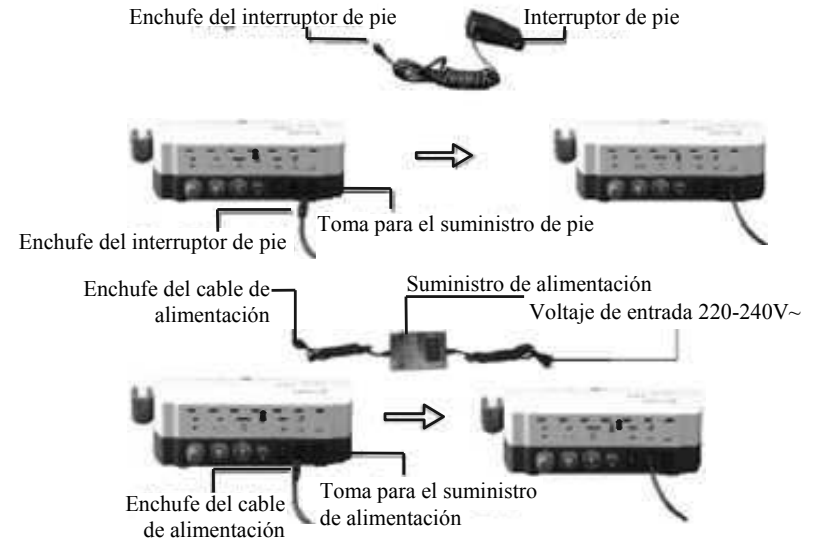

Ilustración 2
b) Croquis de la conexión para el interruptor de pedal, suministro de alimentación y unidad principal mostrados en la Ilustración 2
- Inserte el enchufe del interruptor de pedal en la toma (Ilustración 2).
- Conecte la unidad principal con el enchufe de salida de la fuente de alimentación, después conecte la electricidad (Ilustración 2).